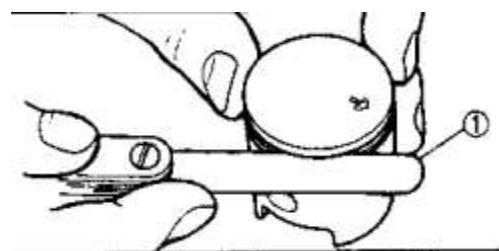

Рис. 73
9. Проверьте торцевой зазор "компрессионное кольцо - поршневая канавка", измерив его плоским щупом, как показано на рис. 73.